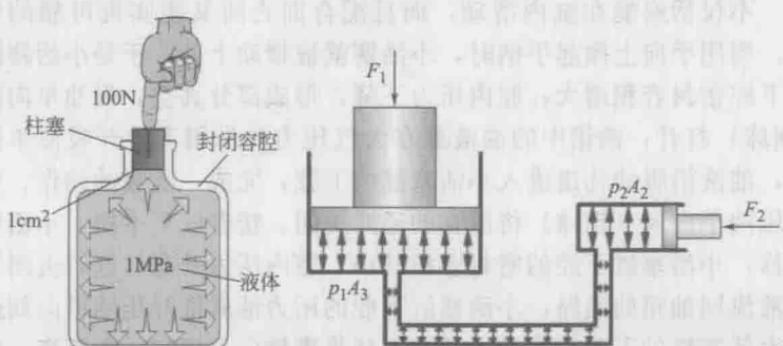

图 1-4 液压传动的基本原理
① 加于密闭容腔内液体任一部分的压强（液压传动中称“压力”）将按其原来的大小由液体向各个方向传递。
② 压力总垂直作用于容器内的任意表面上。
③ 如果忽略不计因液面高度产生重力的影响，液体中各点的压力在所有的方向上均相等。如图 1-4 所示给断面面积为 1cm^2 的活塞加上 100N 的力，在封闭容腔内处处会产生均等的 1MPa 的压力（压强）。